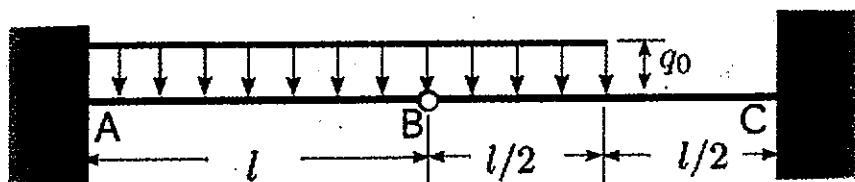

図3：ヒンジで連結された二つの片持梁で構成された構造
10. 図3に示すように、ヒンジで連結された片持梁で構成される構造ABCが、幅 $3l/2$ 、大きさ q_0 の等分布荷重を受けるとする。このとき、部材ABが、ヒンジBにおいて部材BCから受ける鉛直上向きの力 W を求めよ。なお、解答にあたり、問1~9に対する計算の結果を必要に応じて利用してよい。